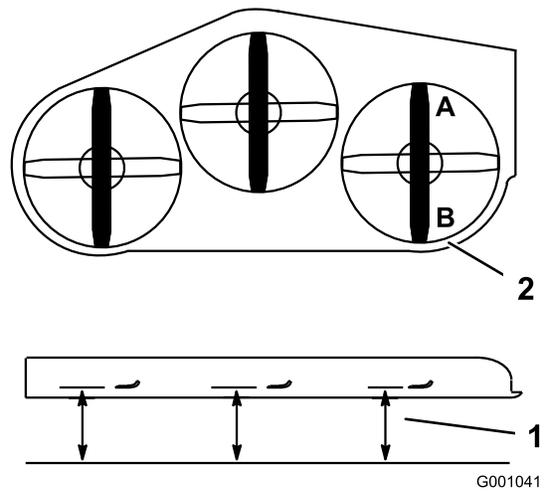

Figura 92
2. Coloque una cuchilla en posición longitudinal. Mida en las posiciones **A** y **B** desde una superficie nivelada hasta el filo de corte de los extremos de la cuchilla (Figura 92).